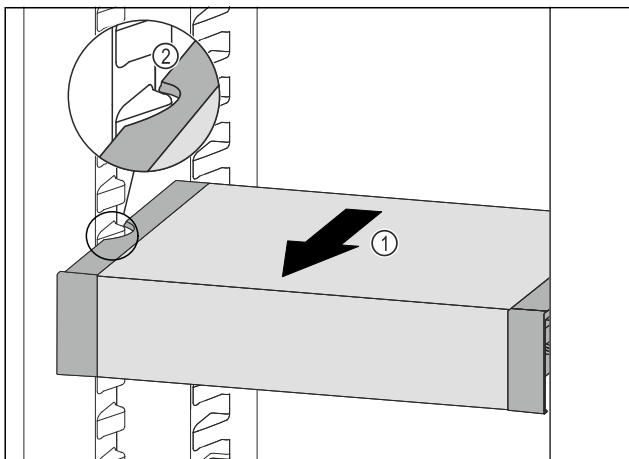

Fig. 125
▶ Потягнути VarioSafe вперед Fig. 125 (1), поки бокові заглиблення VarioSafe не опиняться на рівні ребра для ємності в охолоджувальному відділенні. Fig. 125 (2)